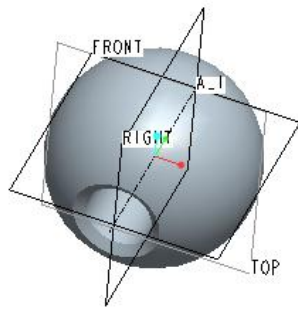

図 6-12 フィーチャー完成図
- 「終了ツール」をクリックすると、フィーチャーモデルが完成する (図 6-12)。